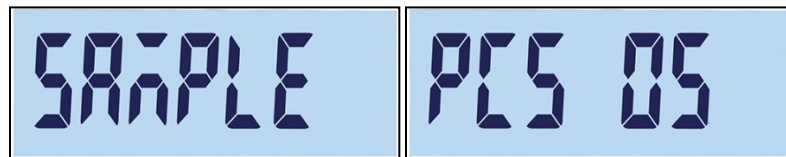

Figura 2-17: Número de Referência
1. Pressione a tecla de função de contagem . "AMOSTRA" será exibido e depois "PCS 05", como mostrado na Figura 2-17.